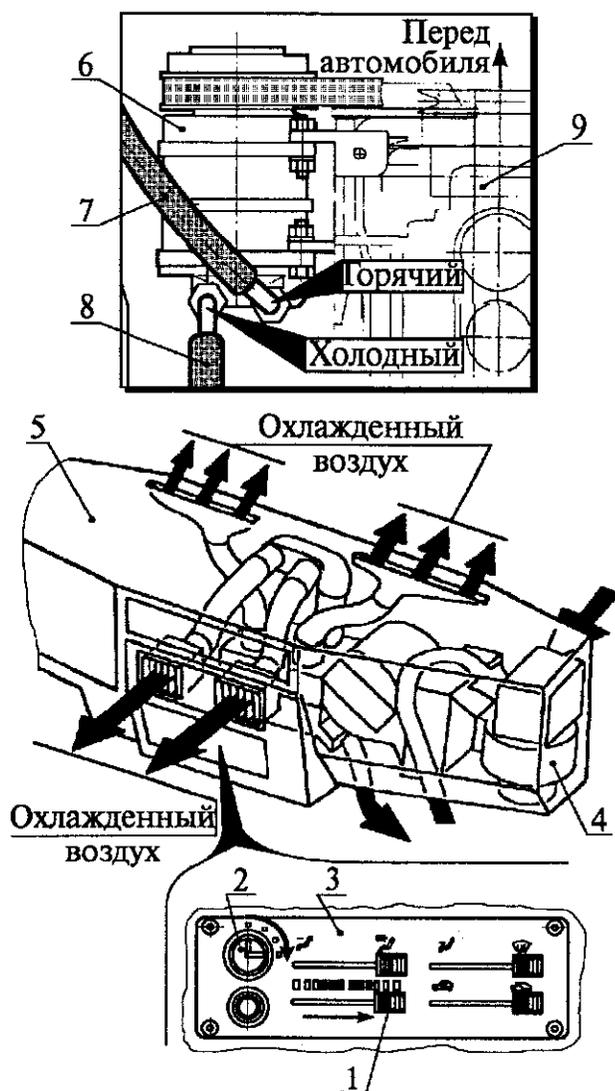

Рис. 44. Проверка работы климатической установки в режиме охлаждения воздуха:
7.4.2. Включить в работу климатическую установку в режиме охлаждения воздуха, установив ручку 1 (рис. 44) заслонки "тепло-холод" в крайнее правое положение. Вентилятор 4 должен быть включен на максимальные обороты.